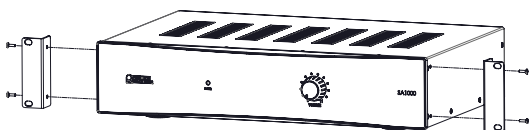

Figura 4
- Si corresponde o la instalación lo requiere, enganche los soportes de montaje en bastidor a cada lado de la parte delantera del amplificador utilizando los tornillos suministrados. Consulte la Figura 4.